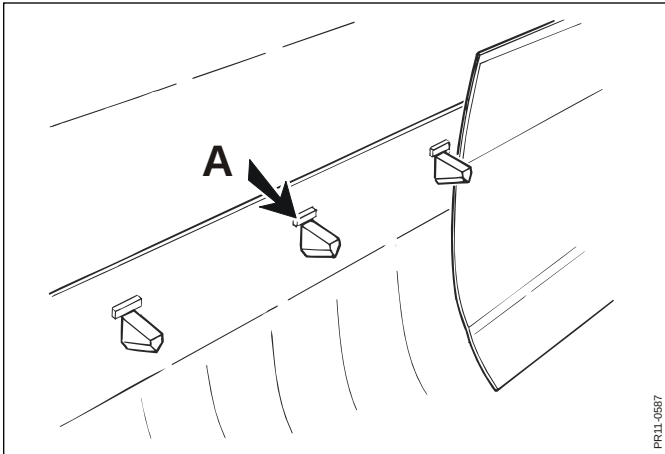

Fig. 5.6
Fig. 5.6 Knive og modskær er effektkrævende, derfor kan disse med fordel afmonteres, hvis der udelukkende blandes snittet materiale. Modskærene (A) øverst i karret bør dog blive siddende, for at forhindre blandingen i at rotere som en stor pølse (pædlerne bør fortrænge foderet, ikke trække det med rundt).